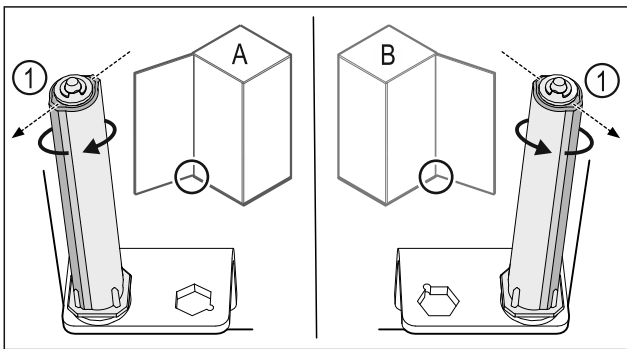

Fig. 28 Левое навешивание (A) / правое навешивание (B)
- ▶ Поворачивайте систему закрытия, преодолевая сопротивление до тех пор, пока ее ребро Fig. 28 (1) не будет направлено наружу.